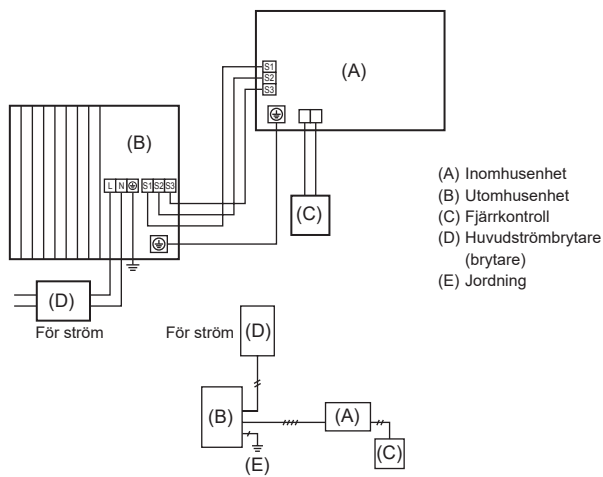
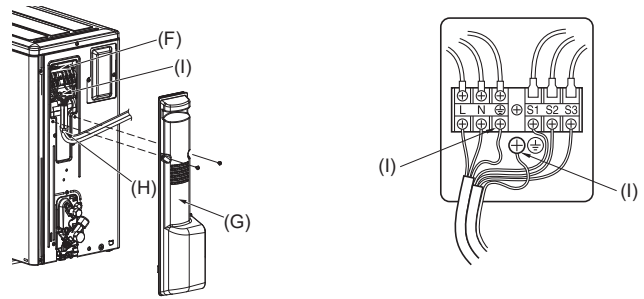

Fig. 6-1
Fig. 6-2
6.1. Utomhusenhet (Fig. 6-1, Fig. 6-2)
(1) Ta bort servicepanelen.
(2) Hänvisa till fig. 6-1 och fig. 6-2 när kablarna dras.